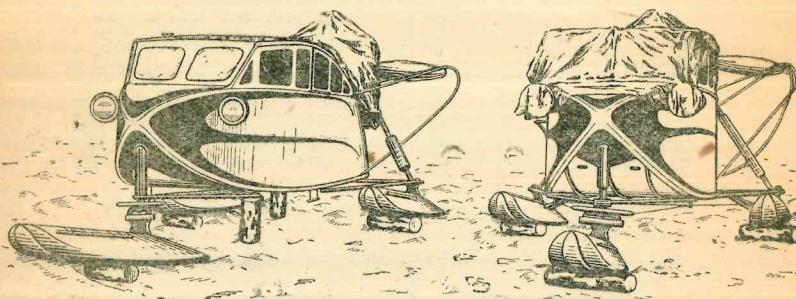

Рис. 27. Хранение аэросаней на стоянке
3. При хранении аэросаней на снегу под лыжи подкладывать доски (рис. 27), поленья или ветви деревьев, что облегчает последующее трогание аэросаней с места и предотвращает примерзание лыж.